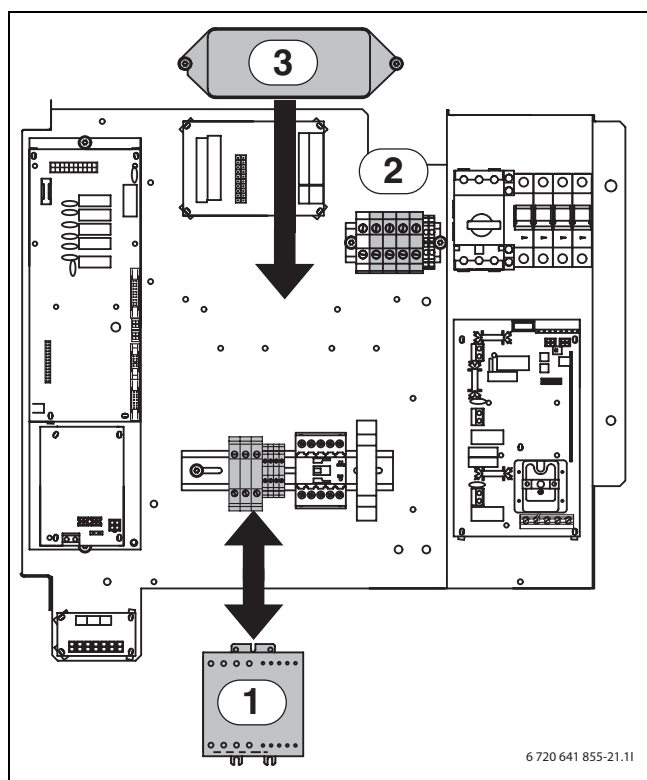

Bild 30 Montering av mjukstart och filter
1. (→ Bild 30, [1]) Kontrollera att kraftkablarna ligger i följande ordning på kopplingsplintarna: L1 svart, L2 brun, L3 grå. Avlägsna kablarna och demontera plintarna.
2. (→ Bild 30, [2]) Demontera markerade kopplingsplintar. (N, L1, L2, L3)
3. (→ Bild 30, [3]) Montera EMC-filtret i befintliga hål så Line in kommer på höger sida och Load out på vänster.